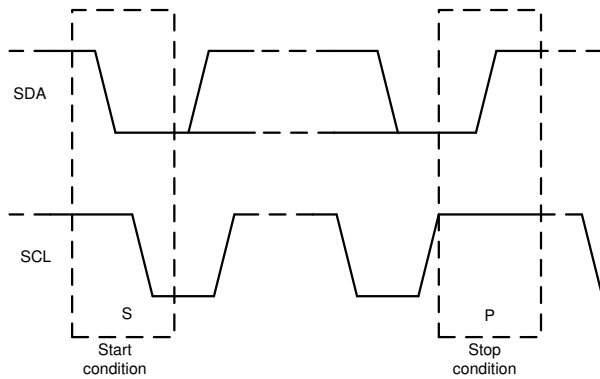

图 6-19. 启动和停止条件
1. 控制器通过产生启动条件来启动数据传输。图 6-19 显示, 启动条件是当 SCL 为高电平时在 SDA 线上发生从高到低的转换。所有与 I²C 兼容的器件都会识别启动条件。
4. 图 6-19 显示，为指示数据传输结束，控制器通过在 SCL 线处于高电平期间将 SDA 线从低电平拉至高电平来产生停止条件。此操作将释放总线并停止与寻址的目标器件之间的通信链路。所有与 I²C 兼容的器件都会识别停止条件。在收到停止条件后，将释放总线，然后所有目标器件等待启动条件，接着是匹配的地址。